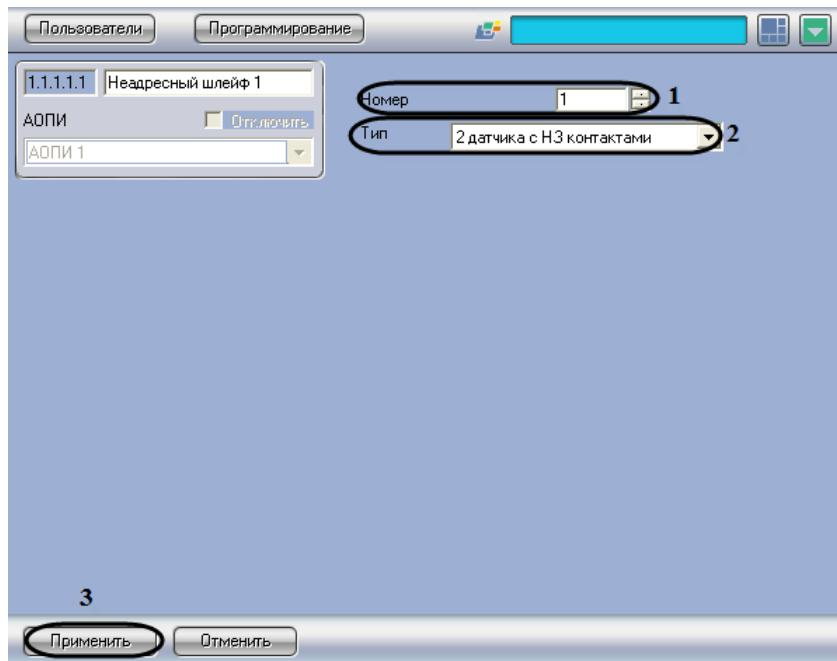

Рис. 3.6—2 Панель настроек объекта Неадресный шлейф
- В поле **Номер** необходимо с помощью кнопок **вверх-вниз** ввести порядковый номер в списке устройств (см. Рис. 3.6—2, 1).
- Из раскрывающегося списка **Тип** необходимо выбрать схему подключения устройств (см. Таб. 3.6—1, Рис. 3.6—2, 2).